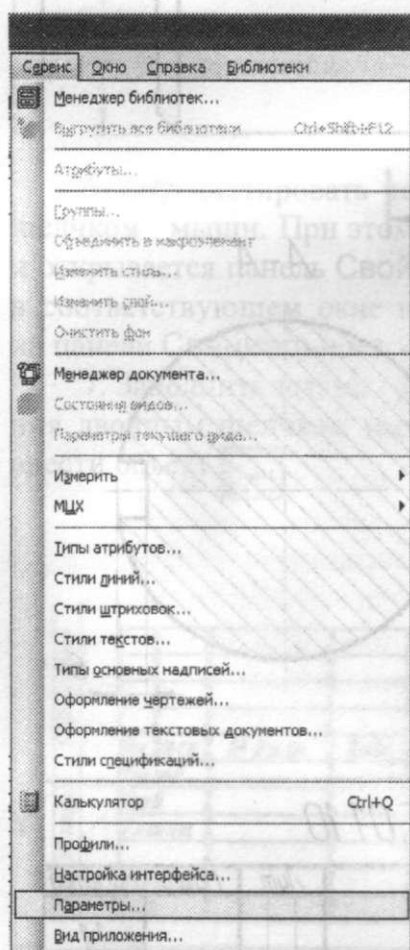
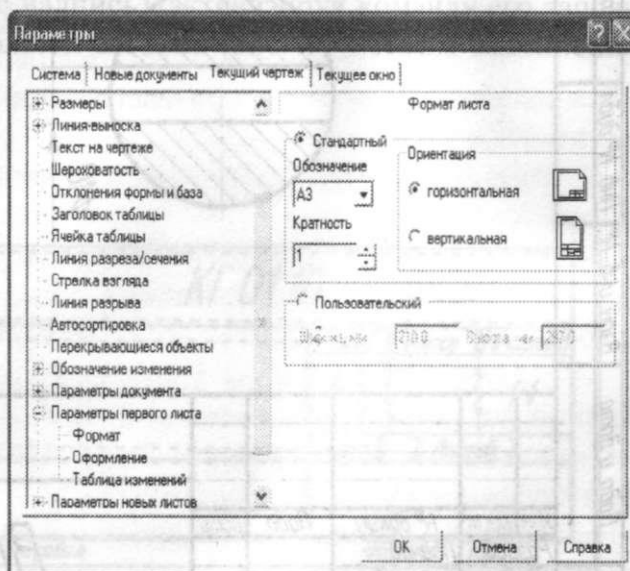

Рис. 13. Страница Меню →
Рис. 14. Вкладка категории **Формат**
Графический редактор КОМПАС позволяет выполнять чертежи, фрагменты и текстовые документы. Размеры *Чертежей* соответствуют ГОСТ 2.301-68 и оформляются рамкой и основной надписью. Параметры формата и тип основной надписи выбирают, используя страницу меню **Сервис** → **Параметры** (рис. 13). В окне **Параметры** последовательно открывают вкладку **Текущий чертеж** → категорию **Параметры первого листа** → **Формат** или **Оформление** (рис. 14). Категория **Формат** позволяет выбрать в правой части окна необходимый формат из списка форматов, соответствующих ГОСТ 2.301-68, а категория **Оформление** позволяет просмотреть список стилей оформления документа, выбрать тип основной надписи или оформление чертежа без рамки и штампа.
3. Задать формат чертежа – А3 вертикального расположения (см. рис. 14) (страница **Меню** → **Сервис** → **Параметры** → **Параметры первого чертежа** → **Формат**).